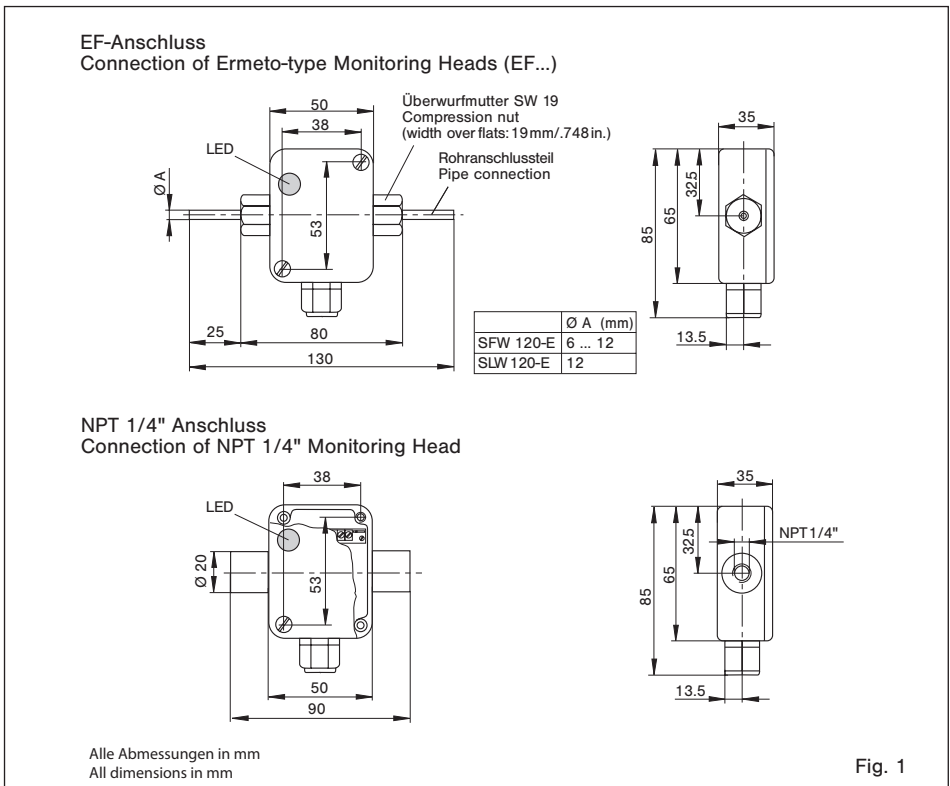

Fig. 1
- Der Schaltzustand wird über eine grüne LED signalisiert (siehe Fig. 1).
- The correct flow status is clearly indicated by a green LED (see Fig. 1).